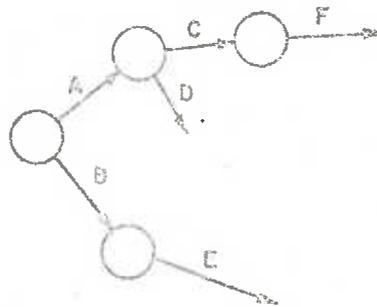

FIGURA 15
d) Reflejando la cuarta condición tendremos (figura 15):